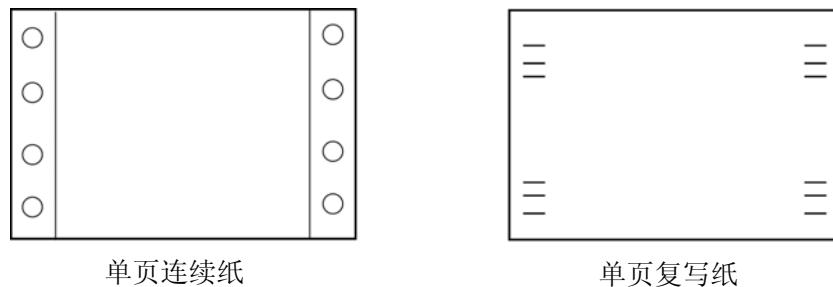

图 B-6
- 不要使用单页的连续纸或单页复写纸。因为连续纸边上的孔或者复写纸边上的钉可能会引起打印阻塞（如图 B-6 所示）。